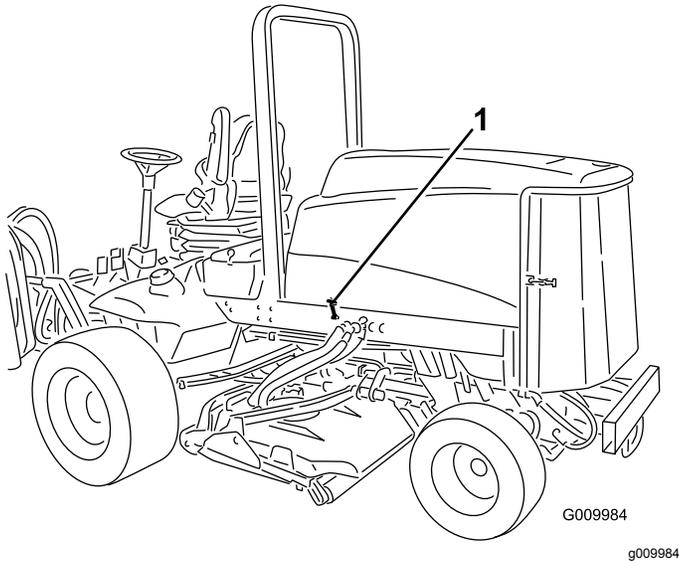

Bild 47
1. Lösen Sie die Motorhaubenriegel (Bild 47) und schwenken die Haube nach oben.